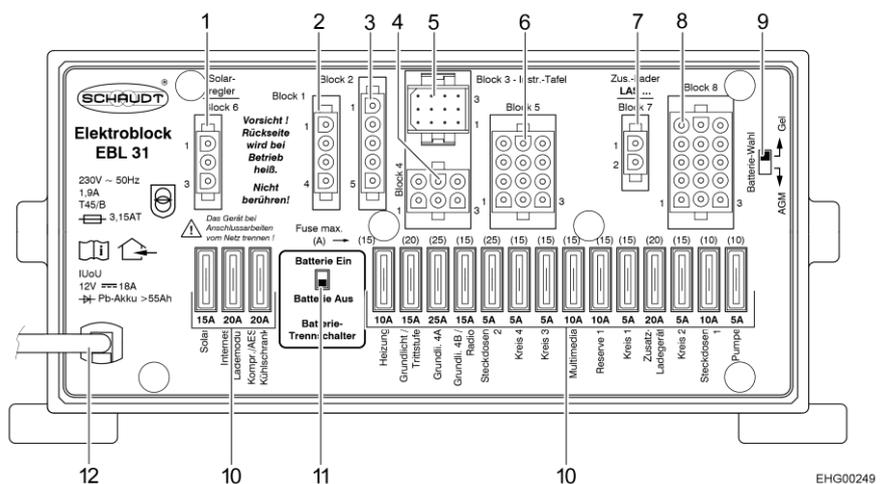

Fig. 95 Centralina elettrica (EBL 31)
- ▷ Per staccare **tutte** le utenze elettriche a 12 V dall'alimentazione di tensione ed evitare che la batteria dell'abitacolo si scarichi, posizionare l'interruttore staccabatteria (Fig. 95,11) sulla centralina elettrica su "Batterie Aus" (batteria Off).
- ▷ Le utenze come il blocco elettrico stesso, il pannello, il riscaldamento, il regolatore di carica del pannello solare (se presente) e altri apparecchi consumano una ridotta corrente in standby, quindi col passare del tempo scaricano la batteria dell'abitacolo. Per questo motivo posizionare l'interruttore staccabatteria (Fig. 95,11) sulla centralina elettrica su "Batterie Aus" (batteria Off) quando il veicolo non viene utilizzato per lungo tempo.